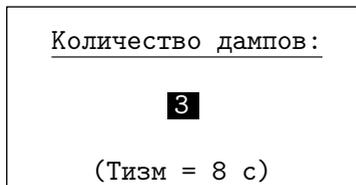

Рис. 3.15
3.4.6. **"Количество дампов"** - установка количества дампов сигнала, по которым проводится спектральный анализ и выдается результирующий спектр (Рис. 3.15).